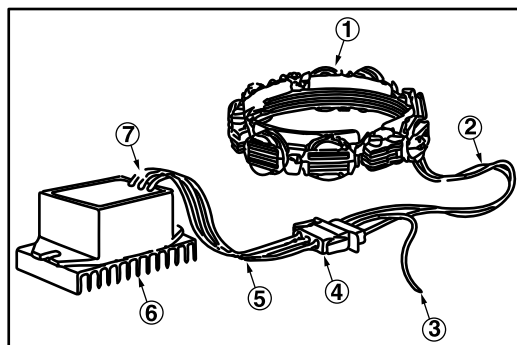

Figure 16
1. Stator (1) (Figure 16)
2. Deux fils JAUNES (2) venant du stator.
3. Fil de sortie CC ROUGE (3) venant du connecteur.
4. Connecteur (4)
5. Deux fils d'entrée CA JAUNES (5)
6. Régulateur-redresseur (6)
7. Fil de sortie CC ROUGE (7) vers le connecteur.